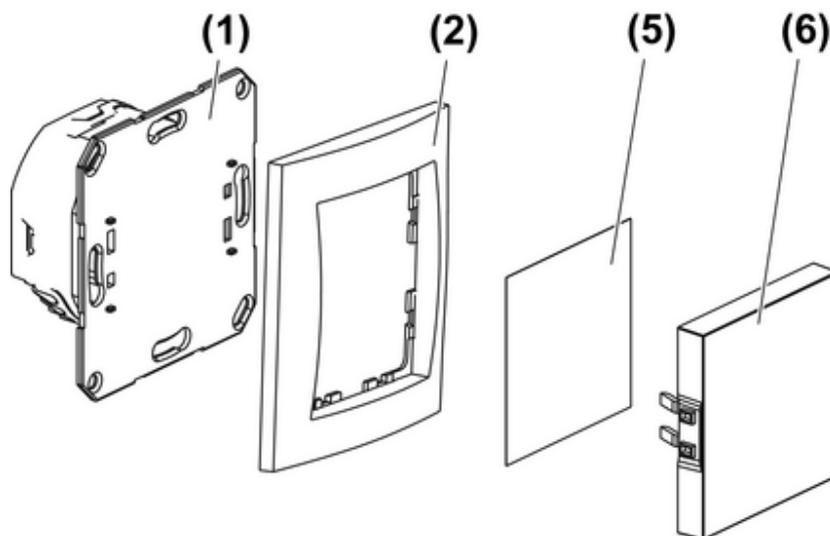
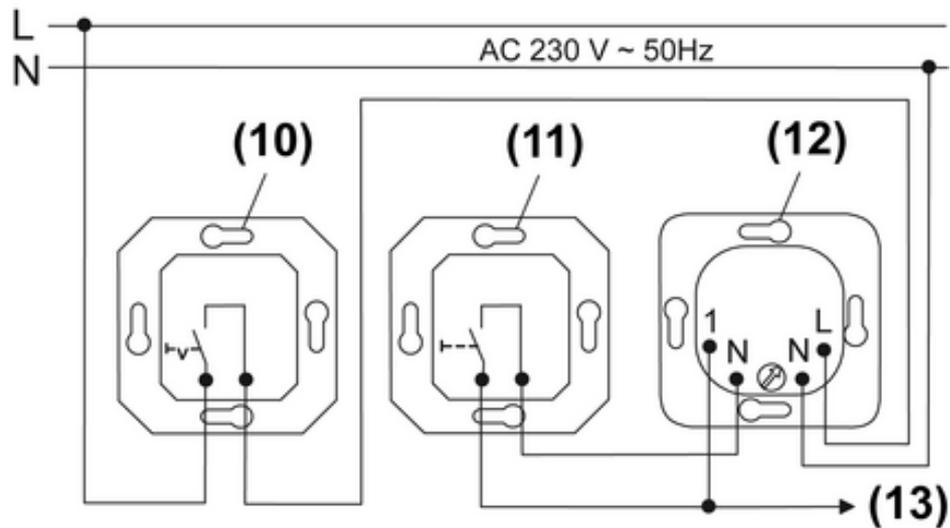
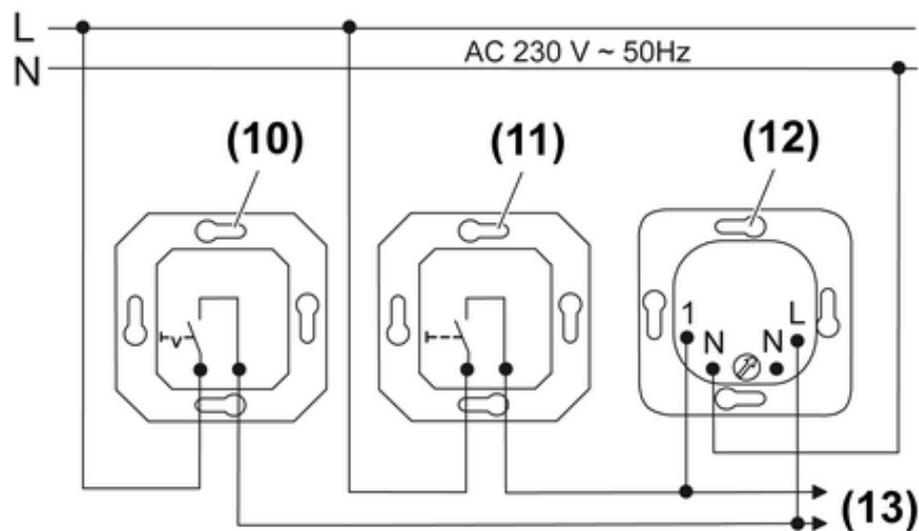

Bild 2
Bild 4: Anschlussbeispiel Farbumschaltung über Neutralleiter
Bild 5: Anschlussbeispiel Farbumschaltung über Außenleiter
## Orientierungsleuchte (Bild 2)
Die folgenden Beispielschaltungen zeigen zwei Möglichkeiten die Orientierungsleuchte zu installieren. Im Anschlussbeispiel (Bild 4) wird der Neutralleiter auf den Steuereingang "1" getastet um die Farbumschaltung zu realisieren. Im Anschlussbeispiel (Bild 5) wird der Außenleiter auf den Steuereingang "1" getastet.
- Orientierungsleuchte gemäß Anschlussbeispiel (Bild 4) oder (Bild 5) anschließen.
- Weitere Orientierungsleuchten über (13) mit der ersten Orientierungsleuchte verbinden.
- Einsatz (12) in eine Gerätedose montieren. Die Anschlussklemmen müssen unten liegen.
- Orientierungsleuchte komplettieren (Bild 2).